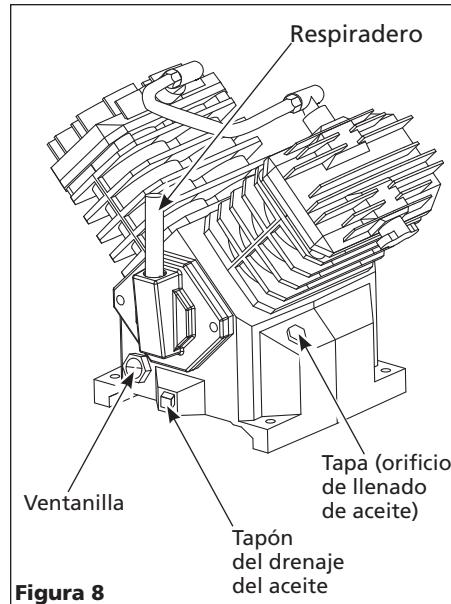
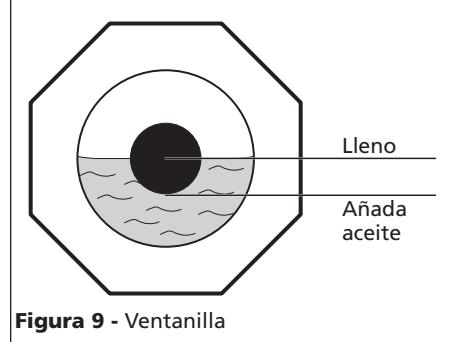

Figura 8
Figura 9 - Ventanilla
Esta bomba tiene una ventanilla para ver el aceite, como se muestra en la Figura 8. El nivel de aceite se puede monitorear y mantener como se muestra en la Figura 9.
- Quite la tapa de la abertura de llenado de aceite. Llene la bomba con el nivel de aceite adecuado (vea la Figura 9). Instale el respiradero (se encuentra en la bolsa de repuestos con este manual o colgando del cilindro).
- d. Vuelva a colocar el tapón de drenaje, llene la bomba al nivel de lleno (vea las figura 8). Use el aceite de motor sintético Mobil 1 10W-30.